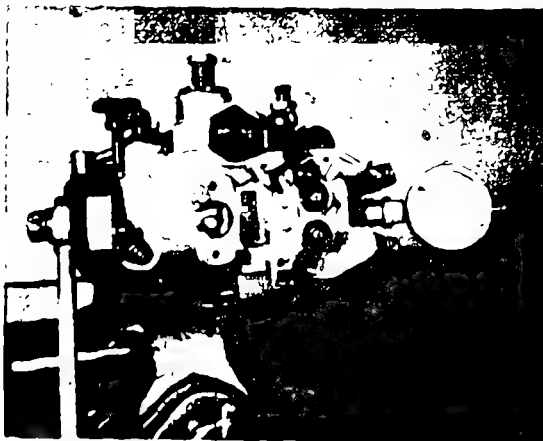

Fig. 5
1.3.1 Preparing the injection pump (Fig. 5)
1.3.1 Préparation de la pompe d'injection. (Fig. 5).
1.3.1 Operaciones previas en la bomba de inyección (Fig. 5)